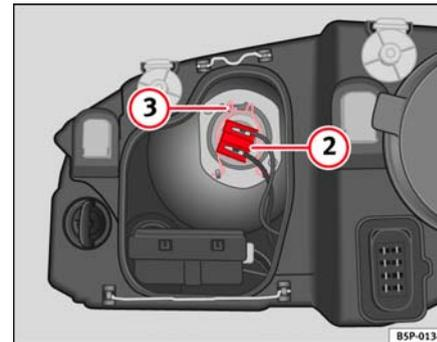

Fig. 176 Luz de cruce
- Extraiga el conector ⇒ página 251, fig. 176 ② de la lámpara.
- Desenganche el resorte retentor ⇒ página 251, fig. 176 ③ presionándolo hacia dentro y a la derecha.